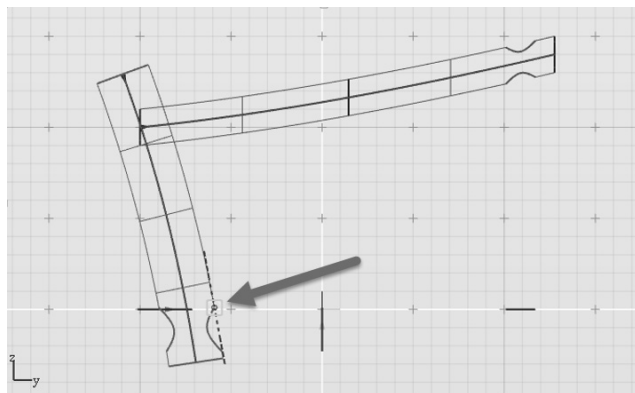

图 5-122 绘制融合曲线第 1 个控制点
4) 激活右视图, 在建模工具栏中激活“融合曲线”工具, 以自行车坐杆曲面修剪边作为第 1 个曲线融合位置, 如图 5-122 所示。